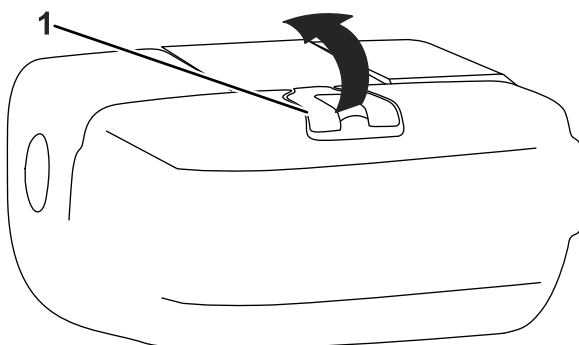

Figure 9
3. Nettoyez la surface autour du bouchon du réservoir de carburant et enlevez le bouchon (Figure 9).
5. Revissez fermement le bouchon du réservoir de carburant (Figure 9).